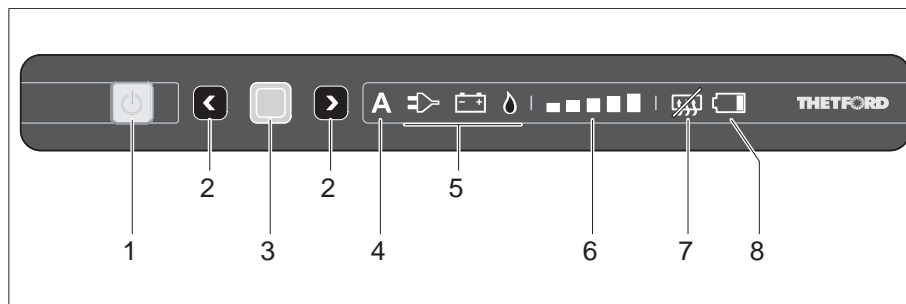

Fig. 228 Elementos de mando e indicación del frigorífico (Thetford sin SES)
- Presionar el pulsador (Fig. 228,1).
- Presionar el pulsador (Fig. 228,1) y retenerlo. Todas las luces de control se apagan.
Si se selecciona el funcionamiento automático, en el panel de mando se enciende el visualizador de funcionamiento automático (Fig. 228,4) y la mejor fuente disponible (Fig. 228,5).
- Pulsar la tecla de confirmación (Fig. 228,3) y retenerla. Los símbolos de modos de funcionamiento (Fig. 228,5) comienzan parpadear.
- Con las teclas de selección (Fig. 228,2) seleccionar el funcionamiento a gas y aceptar la selección con la tecla de confirmación (Fig. 228,3).
- Con las teclas de selección (Fig. 228,2) seleccionar el funcionamiento con 230 V y aceptar la selección con la tecla de confirmación (Fig. 228,3).
- Con las teclas de selección (Fig. 228,2) seleccionar el funcionamiento con 12 V y aceptar la selección con la tecla de confirmación (Fig. 228,3).
- Pulsar de nuevo la tecla de confirmación (Fig. 228,3). El visualizador de niveles de refrigeración (Fig. 228,6) comienza a parpadear.
- Con las teclas de selección (Fig. 228,2) seleccionar el nivel de refrigeración deseado y aceptar la selección con la tecla de confirmación (Fig. 228,3).